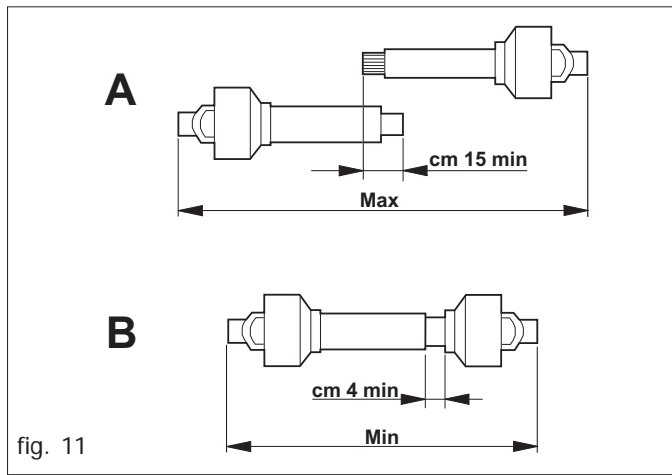

fig. 11
- Quand l'arbre à cardans est déboîté au maximum, les deux tubes doivent se superposer d'au moins 15 cm (A Figure 11). Quand il est entièrement rentré, le jeu minimum admissible sera de 4 cm (B Figure 11).